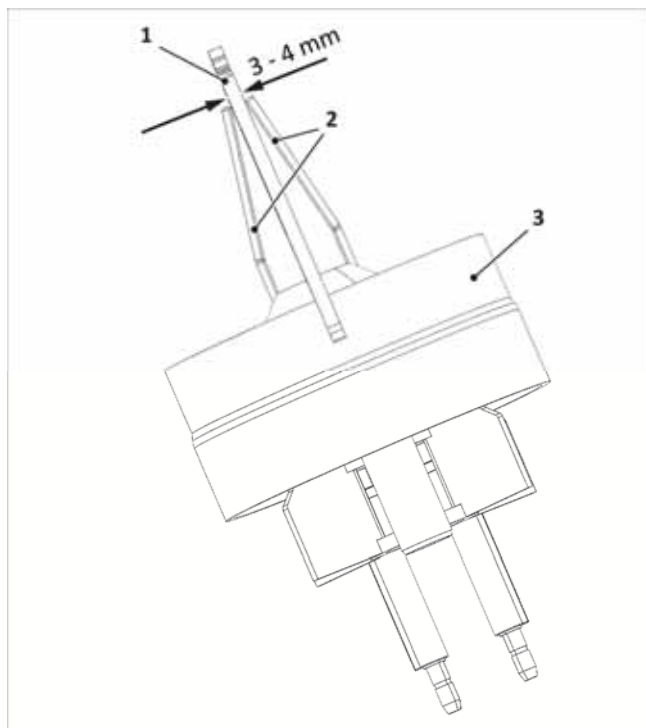

Fig. 37: Controllo della distanza degli elettrodi di accensione
3. Controllare le distanze degli elettrodi, come indicato nella figura → Fig. 37, ed eventualmente correggere piegando con attenzione.